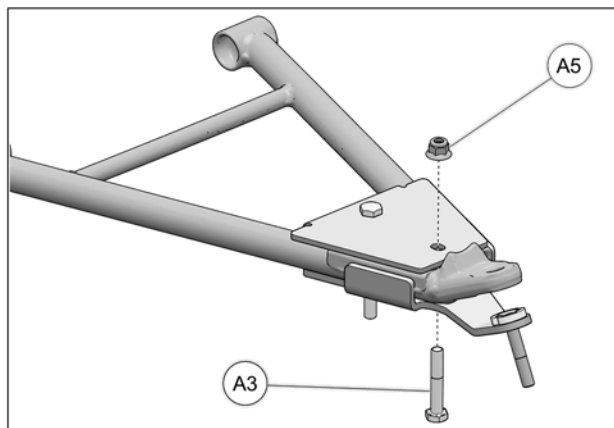

Fig. 17
8. Insérer un boulon M10x60mm (A3) par le dessous de l'ancrage, comme montré ci-dessous. Assembler les deux parties avec un écrou (A5) fourni. Serrer l'assemblage à un couple de $50 \text{ N}\cdot\text{m}$ [$37 \text{ lb}\cdot\text{pi}$]. Voir la Fig. 17